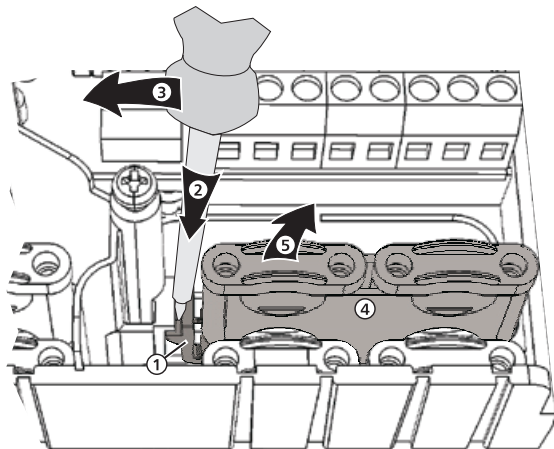

Bild 5: Ta bort höger plastbrygga
1. Placera spårskruvmejsel vid höger plastbrygga, mellan hus och fjäderklämma ① ② (Bild 5).
2. Tryck spårskruvmejseln försiktigt åt vänster ③. Böj samtidigt fjäderklämman ① åt höger, tills plastbryggan ④ är fri.
3. Dra ut plastbryggan uppåt med den lediga handen ⑤.